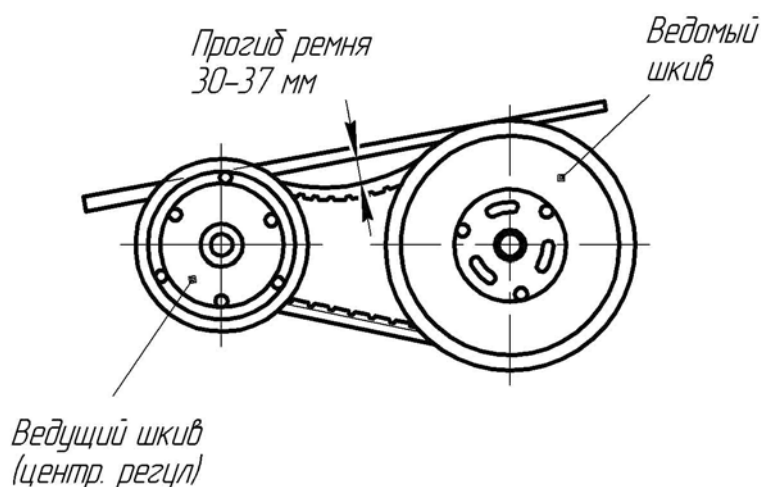

Рисунок 28 – Регулировка натяжения ремня вариатора
- измерить в точке нажатия расстояние между линейкой и ремнем, оно должно быть в пределах от 30 до 37 мм (рисунок 28).